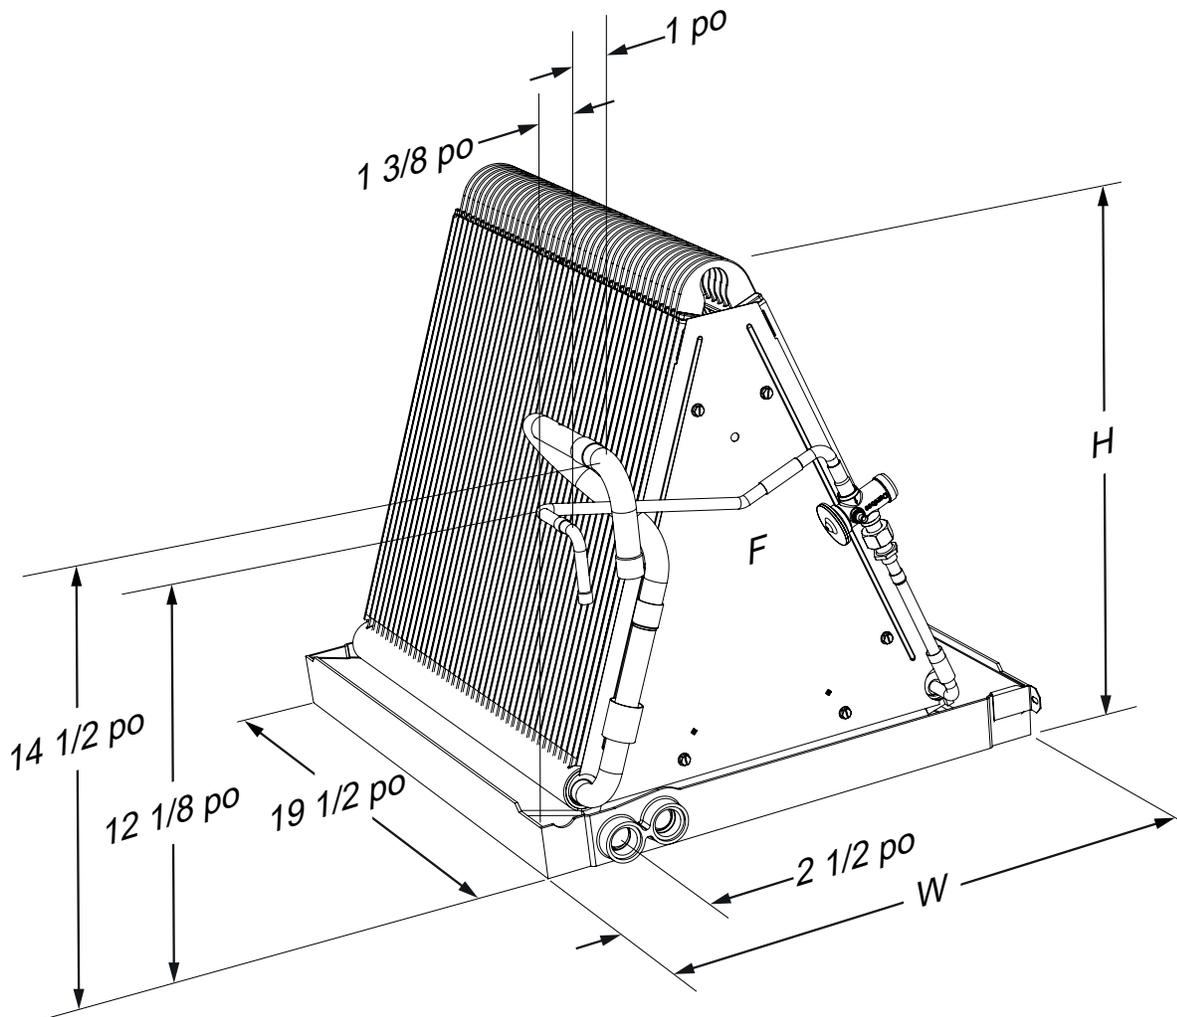

Figure 4. Dimensions du serpentin C84DA
2. Installez le boîtier du serpentin sur la sortie d'air de la fournaise et mettez-le au niveau au besoin pour assurer l'évacuation adéquate du condensat. Au besoin, fabriquez une plaque pour adapter le serpentin à l'ouverture d'évacuation d'air. Consultez la Figure 4 (page 14) pour les dimensions du serpentin.